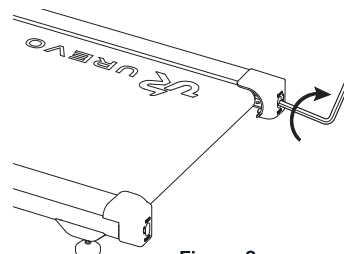

Figura 2
- Se il nastro per camminare si è spostato verso destra, utilizzare la chiave a brugola per ruotare le viti del rullo tenditore destro in senso orario di 1/4 di giro (vedi figura 2).